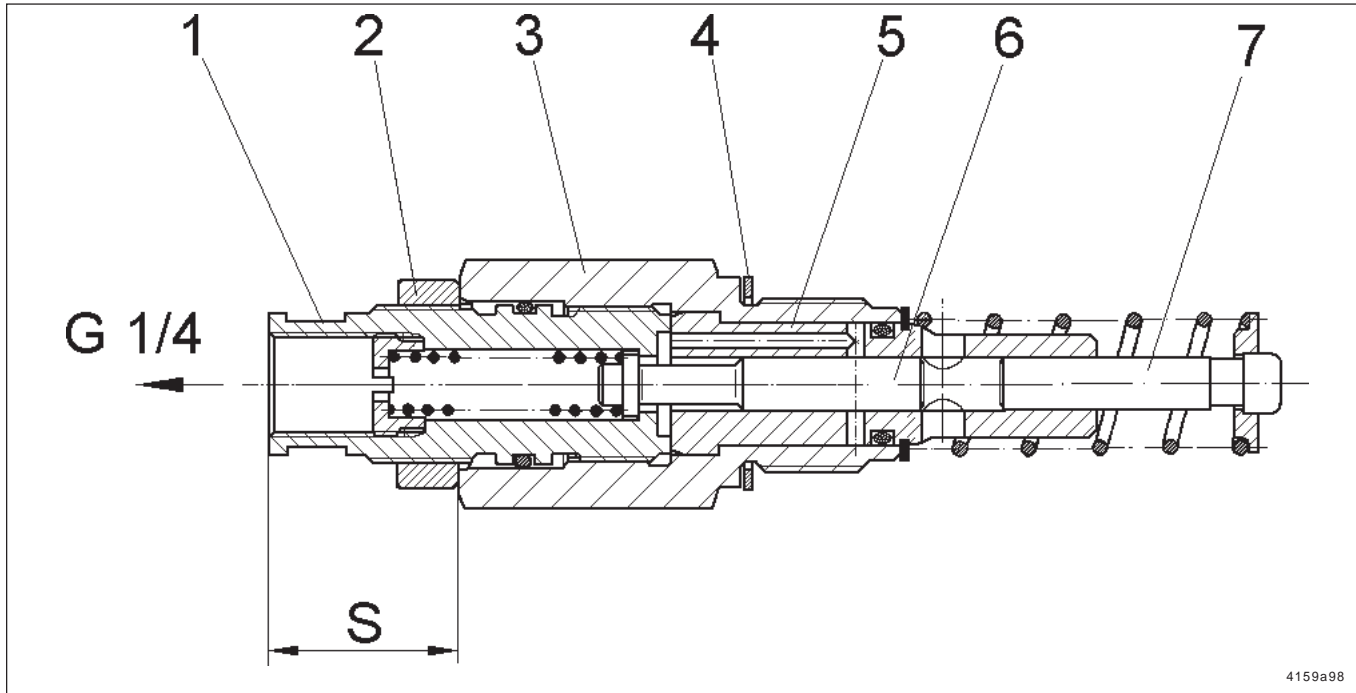
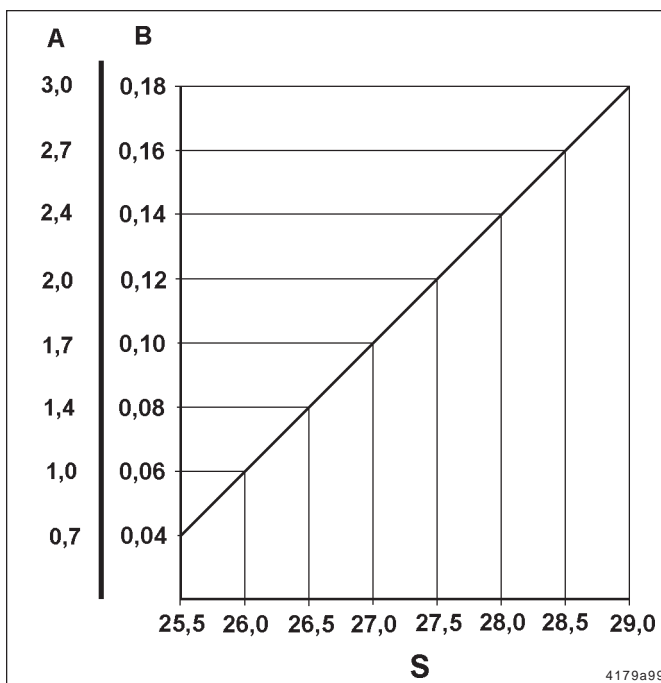

Abb. 10 - Schnittbild regulierbares Pumpenelement
Abb. 11 - Förderdiagramm
- Regulierspindel (Pos.11)) mit einem Schraubenschlüssel verstellen, siehe Förderdiagramm (Abb. 11).
- Das Maß „S“ in Abb. 10 kann in Abhängigkeit von der gewünschten Fördermenge in Abb. 11 ermittelt werden.
1) Alle Pos.-Angaben beziehen sich auf Abb. 10.
- ➔ Maß „S“ auf gewünschten Wert entsprechend dem Förderdiagramm (Abb. 11) einstellen.